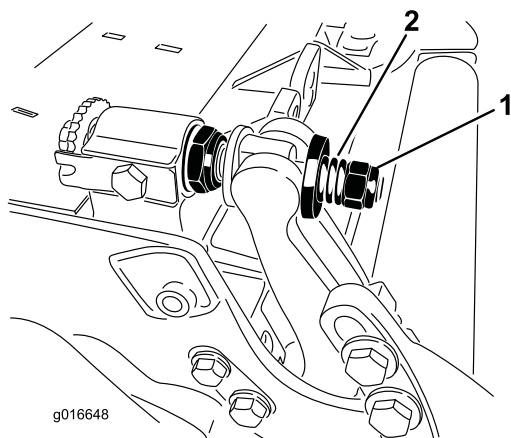

Figura 29
3. Serrate il dado di tensione della molla finché la molla non si piegherà, quindi allentate di 1/2 giro (Figura 29).
10. Serrate il dado su ciascun gruppo di regolazione della barra di appoggio fino a comprimere completamente la molla di compressione, quindi allentate il dado di 1/2 giro (Figura 29).